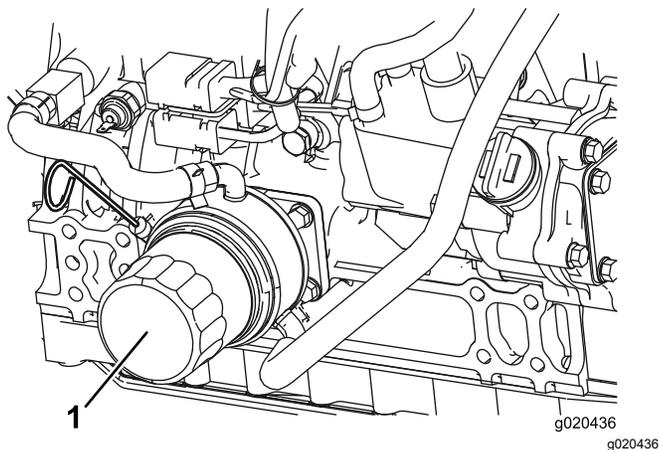

Figure 29
3. Enlevez le filtre à huile usagé (Figure 29) et essuyez la surface du joint sur la tête du filtre.